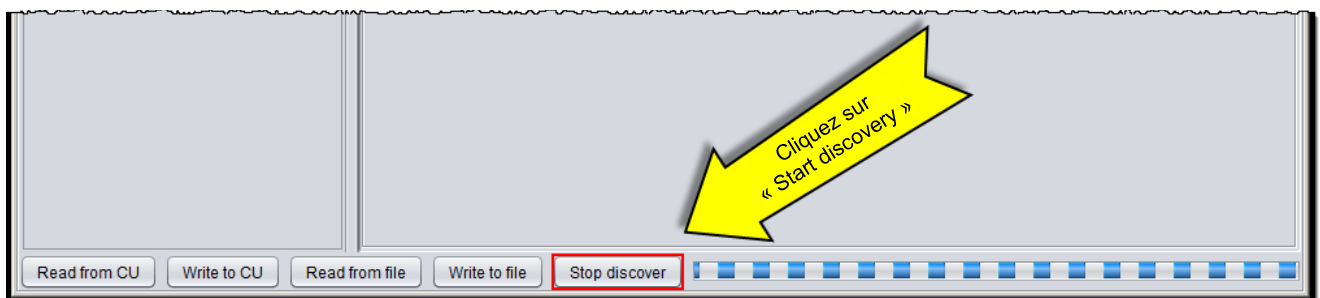

Figure 30 : Démarrer la détection
1. Si ce n'est pas déjà fait, cliquez sur le bouton « **Start discover** » (Démarrer la détection) comme illustré à la Figure 30 pour mettre l'UC en mode *Discovery* (Détection). Dans ce mode, l'UC contrôle s'il n'y a pas de nouveaux IDAM ou DAM dans le système.
1. Si ce n'est pas déjà fait, cliquez sur le bouton « **Start discover** » (Démarrer la détection) comme illustré à la Figure 30 pour mettre l'UC en mode détection. Dans ce mode, l'UC contrôle s'il n'y a pas de nouveaux IDAM ou DAM dans le système.